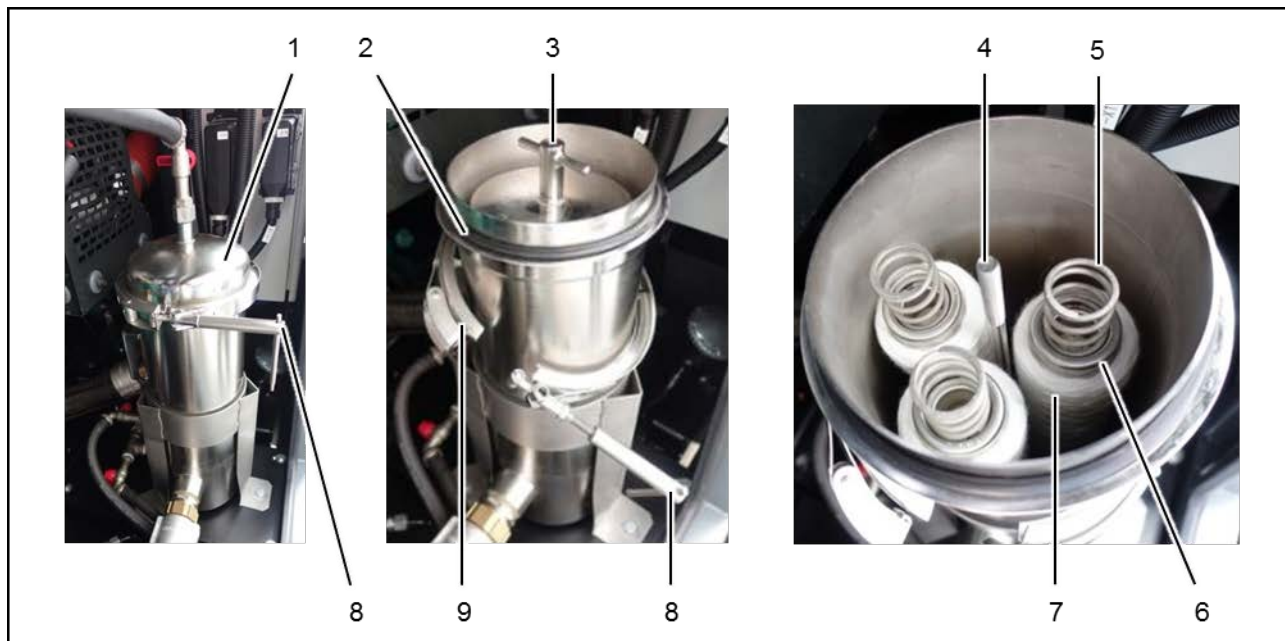

Рис. 24: снятие элемента водяного фильтра
При демонтаже элементов фильтра не допускайте повреждения уплотнения крышки (Рис. 24: поз. 2).
1. С помощью Т-образной шпильки откройте замок крышки (Рис. 24: поз. 8).
2. Снимите запорную скобу крышки (Рис. 24: поз. 9).
3. Снимите крышку водяного фильтра (Рис. 24: поз. 1), так чтобы освободить весь внутренний проем корпуса.
4. Прижимную пластину (Рис. 24: поз. 3) открутите с центральной штанги (Рис. 24: поз. 4).
5. Извлеките элементы фильтра с пружинами (Рис. 24: поз 5), уплотнительными колпачками (Рис. 24: поз. 6) и патронами фильтра (Рис. 24: поз. 7).
При монтаже элементов фильтра не допускайте повреждения уплотнения крышки (Рис. 24: поз. 2).
2. Наденьте патроны (Рис. 24: поз. 7) на направляющие штанги внутри корпуса фильтра. При этом следите за тем, чтобы они прилегали к нижней кромке по центру (герметизация патронов с нижней стороны).
3. Для герметизации с верхней стороны наденьте колпачки (Рис. 24: поз. 6) на патроны (Рис. 24: поз. 7).
4. Установите пружины (Рис. 24: поз. 5) на колпачки (Рис. 24: поз. 6).
5. Прижимную пластину (Рис. 24: поз. 3) накрутите на центральную штангу (Рис. 24: поз. 4), так чтобы пружины натянулись.
6. Проверьте посадку уплотнения крышки на фланце корпуса (Рис. 24: поз. 2). При повреждении уплотнение крышки следует заменить.
7. Установите крышку водяного фильтра (Рис. 24: поз. 1) на корпус фильтра.
8. Установите запорную скобу крышки (Рис. 24: поз. 9) на фланец корпуса (Рис. 24: поз. 2).
9. Затяните запорную скобу крышки (Рис. 24: поз. 9) с помощью Т-образной шпильки (Рис. 24: поз. 8):